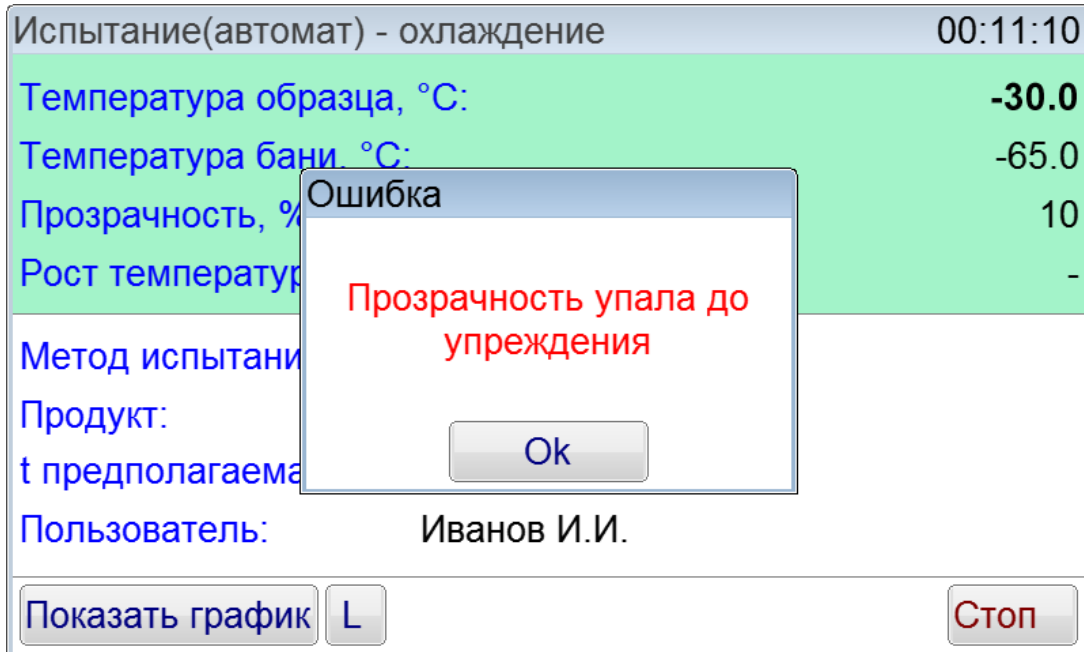

Рисунок 20 – Сообщение при преждевременном снижении прозрачности
4.5.5 При детекторах «прозрачность» или «прозрачность+саморазогрев» до достижения температуры упреждения отслеживается изменение прозрачности, и если ее значение упадет ниже 10 процентов от той, при которой началось испытание, то будет показано сообщение об ошибке (рисунок 20).